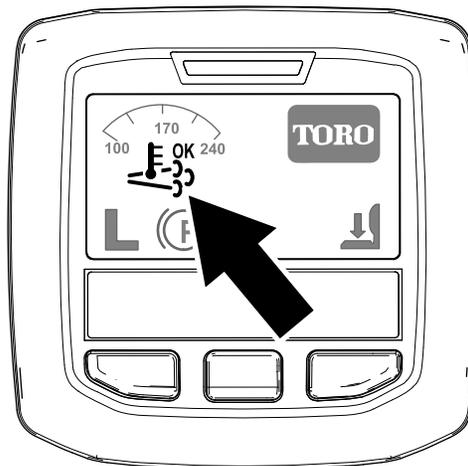

Рисунок 44
- Значок активной регенерации / регенерации со сбросом отображается на дисплее инфо-центра (Рисунок 44).